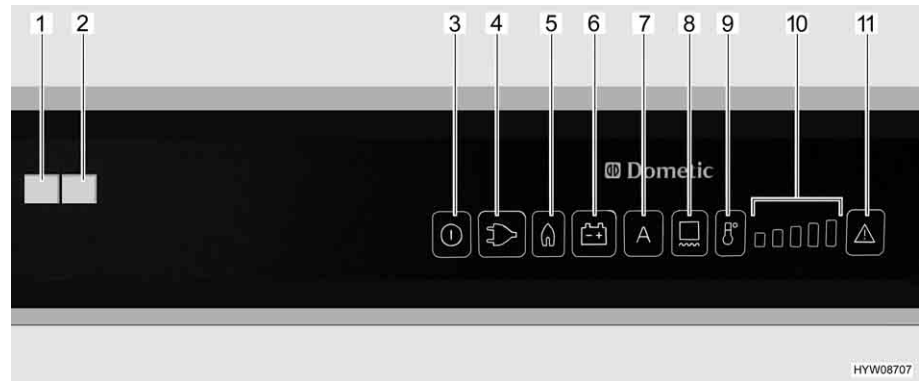

Fig. 210 Elementos de mando para el frigorífico (Dometic RMD)
Si está ajustado el modo de funcionamiento "AES", no está conectada **nninguna** alimentación de 230 V y el motor del vehículo está **desconectado**, el AES seleccionará el suministro de gas. Al seleccionar el suministro de gas se abre automáticamente el seguro de encendido, de forma que puede fluir gas hacia el quemador. Simultáneamente se conecta el encendedor electrónico. Si se apaga la llama de gas, p. ej. debido a un golpe de viento, el encendedor se activa inmediatamente y enciende de nuevo el gas. En caso de avería en el funcionamiento a gas, los botones luminosos "Gas" (Fig. 210,5) y "Avería" (Fig. 210,11) estarán parpadeando. La luz de control "Avería" (Fig. 210,1) estará encendida, y sonará una alarma acústica durante 20 segundos.
Una vez conectado, el frigorífico selecciona automáticamente el ajuste medio del termostato. Este ajuste puede modificarse manualmente con la tecla de selección de grados de temperatura (Fig. 210,9). Las luces de control (Fig. 210,10) indican el ajuste seleccionado del termostato. Con la tecla de selección de grados de temperatura se ajusta la temperatura de refrigeración para los tres tipos de energía. Pasan algunas horas hasta que el frigorífico alcanza la temperatura de servicio normal. Al conmutar el modo de funcionamiento se mantiene el ajuste del termostato. La temperatura de refrigeración se mantiene independientemente del tipo de energía.
- Conectar la calefacción de marco por un período de 2 horas: Pulsar la tecla (Fig. 210,8) una vez. Estará encendida una barra de la visualización de niveles de temperatura (Fig. 210,10).
- Conectar la calefacción de marco por un período de 5 horas: Pulsar la tecla (Fig. 210,8) dos veces. Estarán encendidas dos barras de la visualización de niveles de temperatura (Fig. 210,10).
- Ajustar la calefacción de marco en funcionamiento continuo: Pulsar la tecla (Fig. 210,8) tres veces. Estarán encendidas tres barras de la visualización de niveles de temperatura (Fig. 210,10).
La visualización de niveles de temperatura (Fig. 210,10) visualizará el tiempo de funcionamiento de la calefacción de marco por algunos segundos.
En caso de alta temperatura exterior y un gran índice de humedad atmosférica, se pueden formar gotas de agua en el marco metálico del compartimento congelador. Por este motivo, el frigorífico está equipado con una calefacción de marco en el compartimento congelador. En caso de altas temperaturas y un índice alto de humedad atmosférica, conectar la calefacción de marco con la tecla (Fig. 210,8). De esta manera se evita la corrosión. Si está conectada la calefacción de marco, estará encendido el botón luminoso (Fig. 210,8).
- Pulsar la tecla On/Off (Fig. 210,3) por aprox. 2 segundos. El frigorífico se conectará, se visualizará el tipo de energía ajustado más recientemente o "AES".
- Ajustar la temperatura de refrigeración con la tecla de selección de grados de temperatura (Fig. 210,9). Las luces de control (Fig. 210,10) indican el ajuste seleccionado del termostato.
- Pulsar la tecla On/Off (Fig. 210,3) por aprox. 2 segundos. El frigorífico se desconectará, ya no estará encendido ningún visualizador.